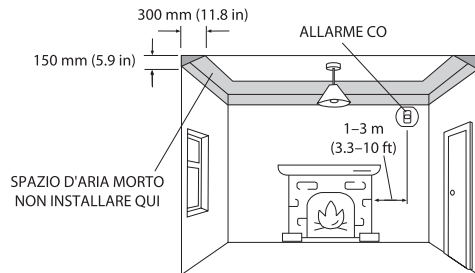

Figura 1: Installazione in una stanza con un apparecchio a combustibile
**1. Installare un allarme CO in una stanza con un apparecchio a combustibile (vedere Figura 1):**